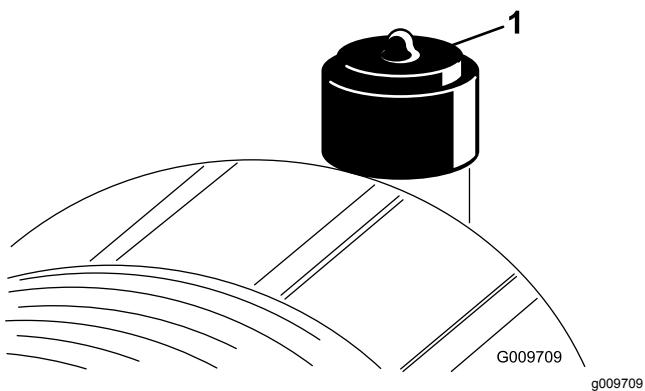

Bild 49
Warten Sie den Luftfilter nur, wenn die Wartungsanzeige dies angibt (Bild 49). Das frühzeitige Auswechseln des Luftfilters erhöht nur die Gefahr, dass Schmutz in den Motor gelangt, wenn Sie den Filter entfernen.
10. Stellen Sie die Anzeige (Bild 49) zurück, wenn sie auf Rot steht.